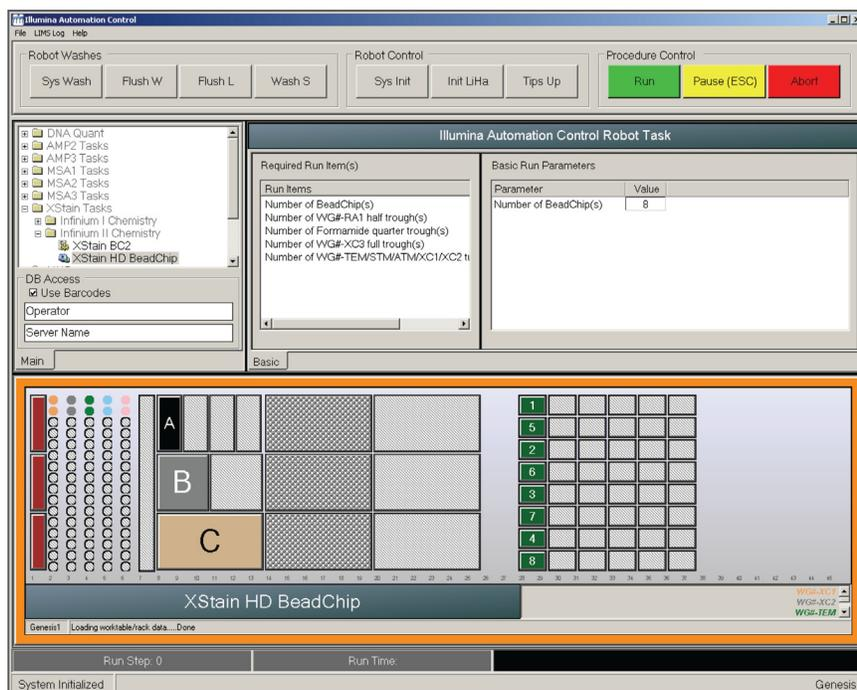

Рис. 175 Окно процесса окрашивания XStain чипов HD BeadChip
1. Поместите четвертичный резервуар на раму для резервуаров в соответствии со схемой платформы робота (Рис. 175) и влейте 95 % раствор формамида/1 мМ раствор ЭДТА, как описано ниже: